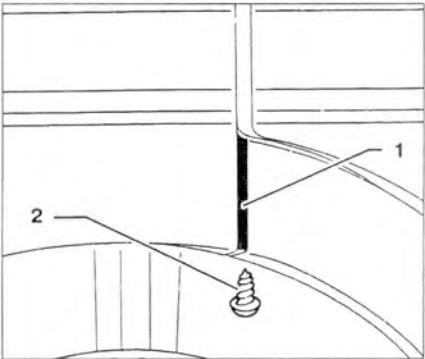

Рис. 10.3. Обрежьте уплотнение 1 между колесной аркой и крылом и открутите винт 2.
4. Обрежьте уплотнение 1 между колесной аркой и крылом и открутите винт 2 (рис. 10.3).